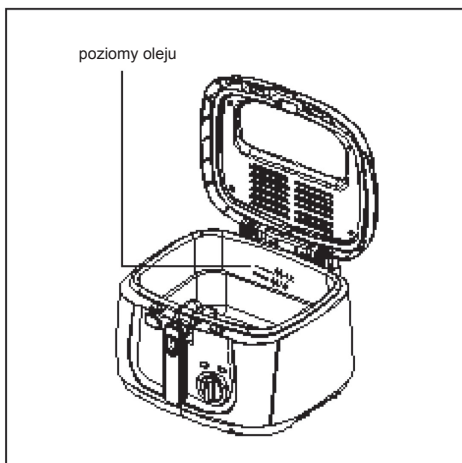

FIG. 7
- Napełnić zbiornik tłuszczem lub olejem najwyżej do maksymalnego poziomu MAX, nie mniej jednak niż do poziomu MIN (ok. 2-2,5 l oleju) (Rys. 7).